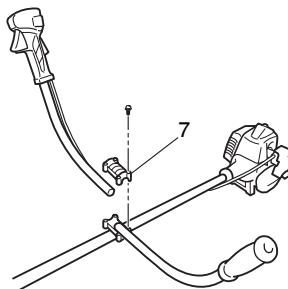

Fig. 4
Retire la abrazadera (7) del conjunto. (Fig. 4)